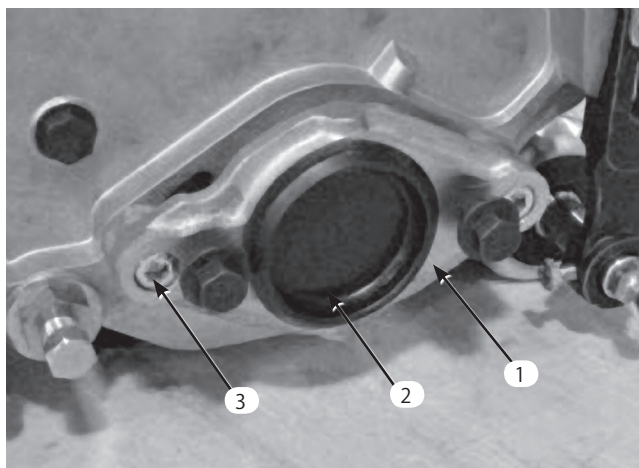

図6
- B. カッティングユニット右側のベアリング・ハウジングについているプラスチック製のプラグを外す (図6)。
- C. カッティングユニットの左側でモータ取り付け部を固定している六角ネジ (2本) を取る。モータ取り付け部を取り外す (図6)。
ユニットの左側にモータ取り付ける (図6)。キャップスクリューを (16-20 \square ・m=1.7~2.0 kg.m) にトルク締めする。